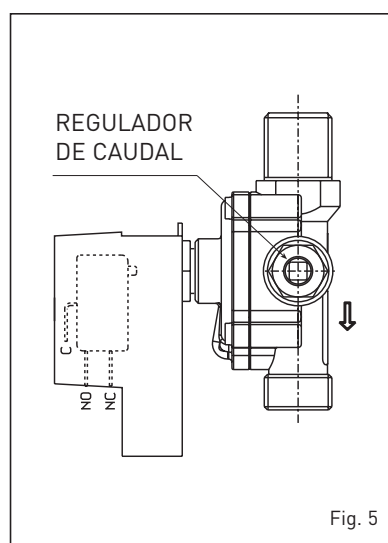

Fig. 5
2.2.2 Producción de agua sanitaria "DUETTO 25-35" (fig. 5)
Para regular el caudal de agua sanitaria accione en el regulador de caudal del presostato de agua (fig.5):